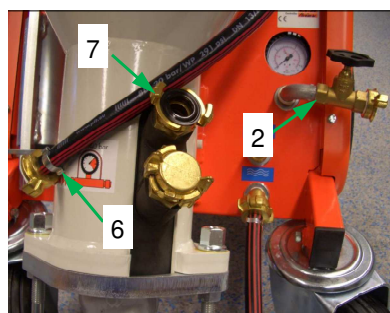

Fig. 34: Rubinetto di servizio
2. Ruotare il selettore esercizio con / senza acqua (1) verso sinistra sulla posizione "con acqua".
3. Aprire il rubinetto di servizio (2) (fig. 34), finché esce solo acqua. Chiudere nuovamente il rubinetto di servizio.
4. Premere e tenere premuto il pulsante di mandata acqua (3), finché non si vedono più bolle d'aria nel flussometro acqua.
5. Impostare la probabile quantità d'acqua tramite il rubinetto di regolazione (4). La portata è rilevabile sul flussometro acqua (5).